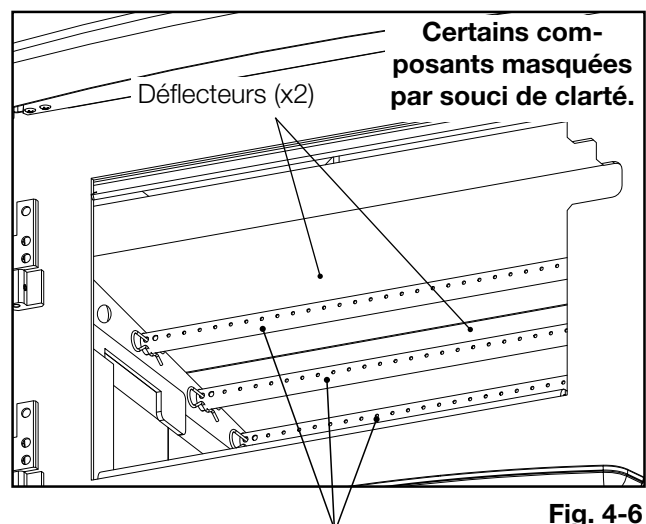

Fig. 4-6
- A.** Faites pivoter soigneusement deux déflecteurs en fibre «E» vers le haut sur les tubes d'air secondaire comme illustré (Fig. 4-6). **L'installation des déflecteurs peut être facilitée en retirant les deux tuyaux d'air secondaire avant (voir la section « tuyaux d'air secondaire »).** Assurez-vous que les déflecteurs sont poussés complètement à l'arrière de la chambre de combustion, en laissant un espace d'au moins 1 pouce le long de l'avant. Cela permettra aux gaz de combustion de s'échapper de la chambre de combustion. Assurez-vous que le joint de recouvrement est serré et que l'encoche face vers l'avant.